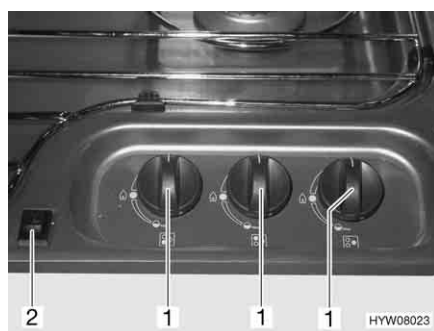

Fig. 131 Elementi di comando del fornello a gas
- Ruotare il pomello girevole (Fig. 131,1) dell'impianto a fiamma libera desiderato in posizione accesa (fiamma alta).
- Premere l'interruttore a bilico (Fig. 131,2). Sul bruciatore vengono prodotte scintille.